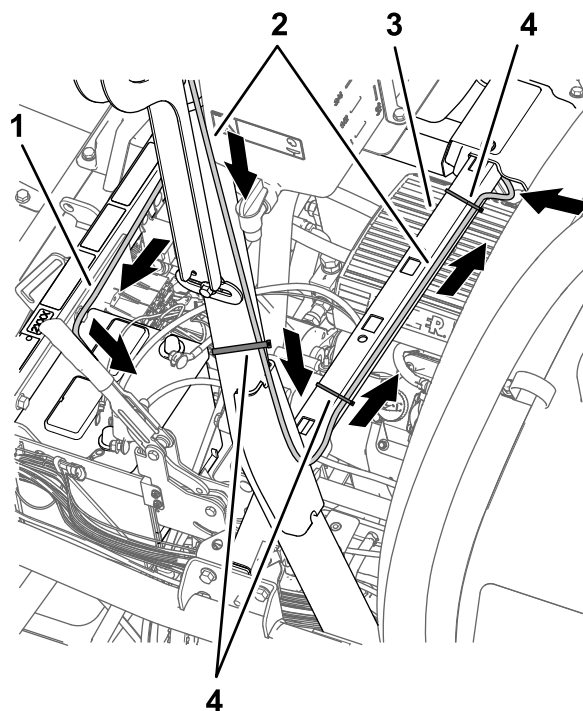
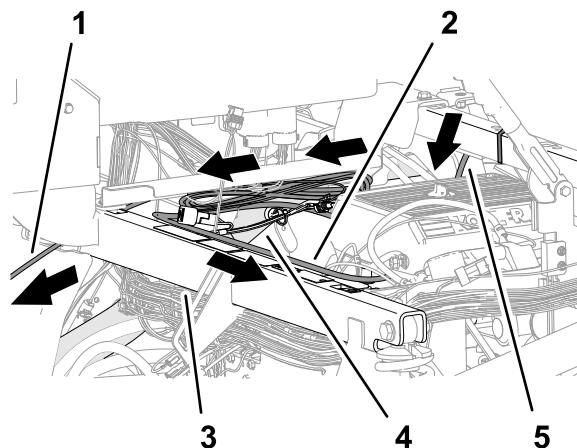

Figura 200
Figura 202
1. Enrute el arnés de datos y el arnés de la batería hacia abajo por la parte trasera del tubo vertical izquierdo de la barra antivuelco hasta el travesaño del soporte del asiento (Figura 200).
2. Sujete la rama de 390 cm del arnés de datos del receptor de navegación a la barra anti vuelco como se muestra en Figura 200.
5. Enrute el arnés de datos y el arnés de la batería por el travesaño del soporte del asiento, y sujete la rama de 390 cm del arnés de datos al travesaño con 2 bridas (Figura 200 y Figura 202).
6. Enrute la rama de 220 cm del arnés de la batería por el tubo derecho superior del bastidor (Figura 202).
7. Enrute la rama de 220 cm del arnés de la batería por el tubo de sujeción del amortiguador y hacia la batería (Figura 202).
8. Enrute la rama de 220 cm del arnés de datos (la rama del arnés con el conector hembra de 26 vías) por debajo de la consola de control y hacia adelante, hacia el salpicadero (Figura 202).